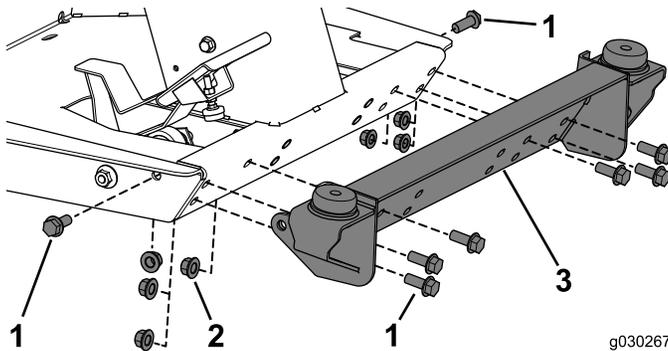

Figura 14
1. Fije el soporte delantero a la máquina con 8 pernos (1/2" x 1 1/4") y 8 contratuercas (Figura 14).